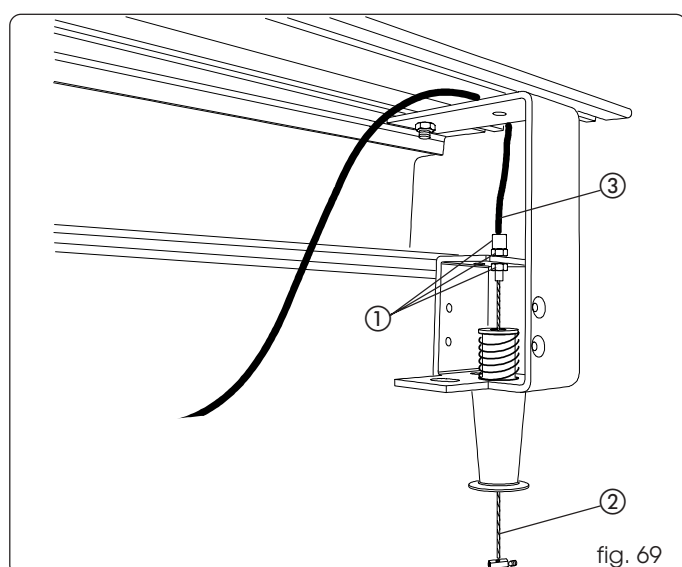

fig. 69
- Avvitare il registro, con i relativi dadi di bloccaggio, sulla parte interna della staffa (fig. 69 rif. ①).
- Bloccare il cavo in acciaio con l'apposito morsetto e stringere la vite (fig. 69 rif. ②).
- Portare la guaina nera del cavo in battuta sul registro (fig. 69 rif. ③).